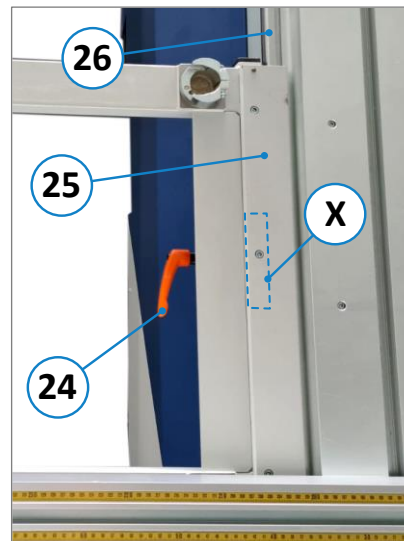

Figure 22 : serrage du châssis à équarrir
- Tirer la table coulissante dans la position la plus reculée et mettre le bras pivotant (6) en position.
- Soulever le châssis à équarrir (22) avec 2 personnes et le poser sur le support d'appui (7) pour le châssis à équarrir.
- Desserrer la barre de serrage (X) - cachée dans ⇒ Figure 22 sous la barre d'accrochage (25) - à l'aide du levier de serrage (24).
- Introduire la barre de serrage (X) dans le guidage du châssis à équarrir (26) sur la table coulissante.
- Fixer le châssis à équarrir (22) au moyen du levier de serrage (24).